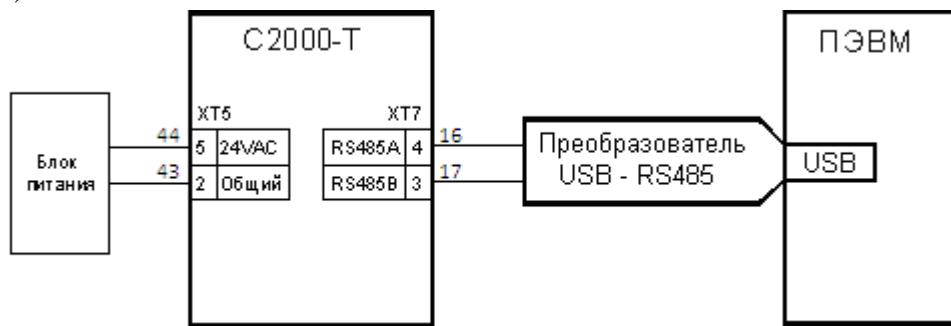

Рисунок 5.1 Схема для конфигурирования прибора
Запись в прибор программируемых параметров (конфигурирование) возможно как в составе системы, так и предварительно, в лаборатории КИП инсталлятора. При конфигурировании в составе системы рекомендуется обесточить силовое оборудование. Для конфигурирования в лаборатории КИП можно использовать схему, изображенную на рис. 5.1. При конфигурировании прибора подключать датчики и исполнительные механизмы не обязательно. Прибор «C2000-T исп.01» можно также конфигурировать с помощью кнопочной клавиатуры и ЖКИ дисплея лицевой панели (см. п. 3.11 настоящего Руководства по Эксплуатации).
- Собрать схему согласно рис. 5.1.